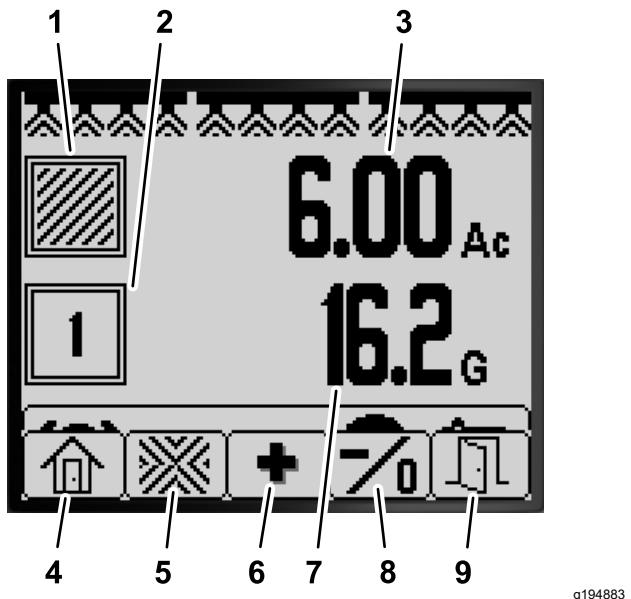

Рисунок 77
- На главном экране нажмите и удерживайте кнопку 5, чтобы открыть строку меню; затем нажмите кнопку 2, чтобы выбрать экран Sub-Area (Рабочий участок) (Рисунок 77).
- На экране Total Area (Общая площадь) нажмите и удерживайте кнопку 5, чтобы открыть строку меню, и нажмите кнопку 3, чтобы выбрать экран Sub-Area (Рабочий участок) (Рисунок 77).
2. Используйте кнопки инфо-центра (Рисунок 77) для выполнения следующих действий: